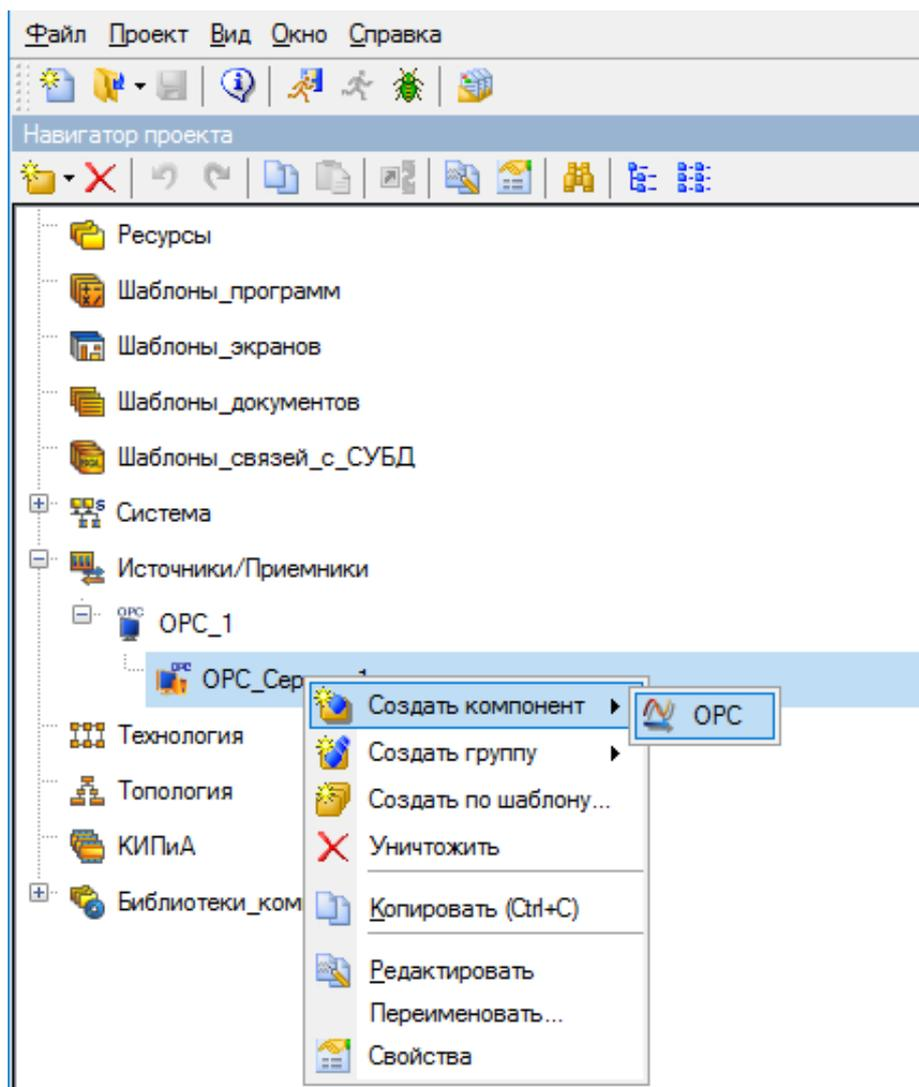
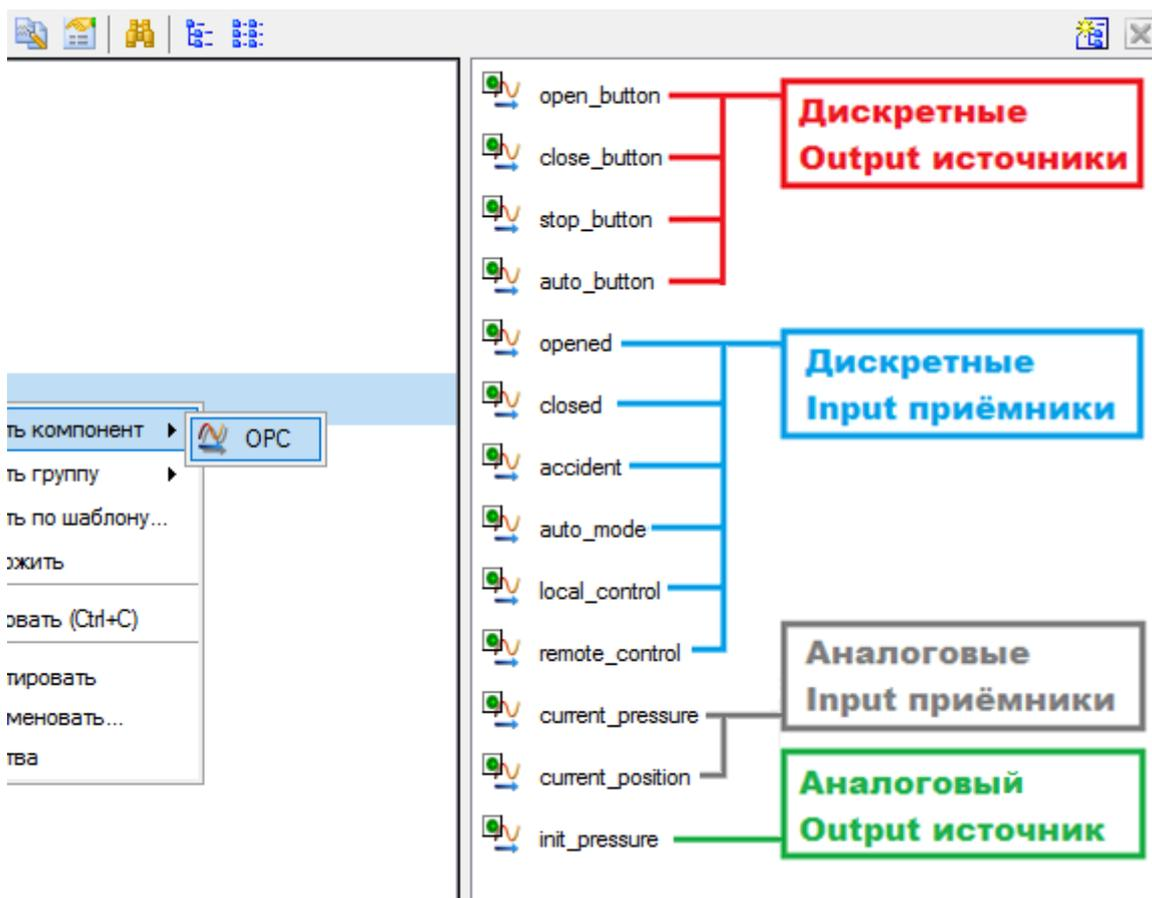

Рис. 70. Добавление OPC источника/приёмника
Рис. 71. Полный список источников/приёмников OPC сервера
4. *Добавьте OPC источники и приёмники (рис. 70).* Для этого нужно добавить как дискретные, так и аналоговые источники/приёмники сигналов в OPC сервер. На рис. 71 приведён полный список источников/приёмников, для удобного восприятия их имена совпадают с именами ранее добавленных каналов (имя можно задать в окне редактирования после двойного клика клавишей мыши по источнику/приёмнику). К каждому источнику/приёмнику в дальнейшем будет привязан конкретный канал.
- Направление (Output или Input, ориентируясь на рис. 71).
- Формат (Дискрет или Аналог, ориентируясь на рис. 71).